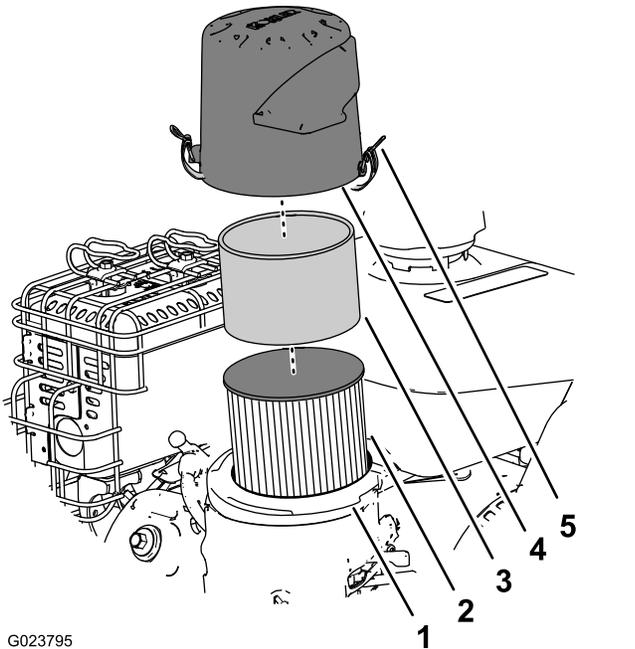

Figure 22
2. Déposez le couvercle et nettoyez-le soigneusement (Figure 22).
3. Retirez le préfiltre en mousse et lavez-le à l'eau additionnée de détergent doux; séchez-le ensuite en le pressant légèrement dans un chiffon (Figure 22).
4. Enlevez et examinez l'élément filtrant en papier (Figure 22) et mettez-le au rebut s'il est excessivement encrassé.
6. Placez le préfiltre en mousse sur l'élément en papier (Figure 22).
7. Montez le filtre à air sur sa base (Figure 22).